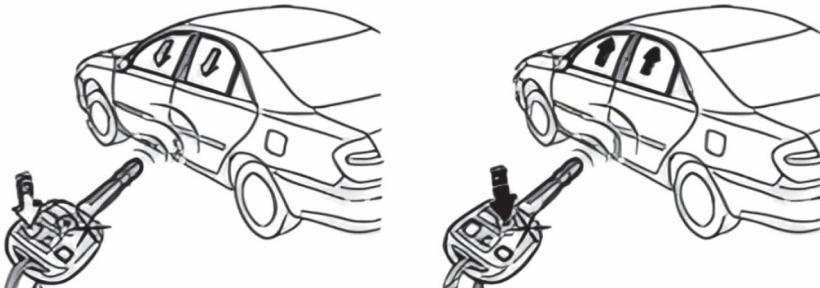

图 1-1-13 电动车窗开 / 关的功能
(6) 电动车窗开 / 关的功能。钥匙插入点火开关锁芯时，如果按下车门解锁 / 闭锁开关长于 2.5 秒，所有的车门窗可以打开或关闭。当开关按住时，电动车窗的开 / 关操作继续进行；当开关不按时，操作停止，如图 1-1-13 所示。